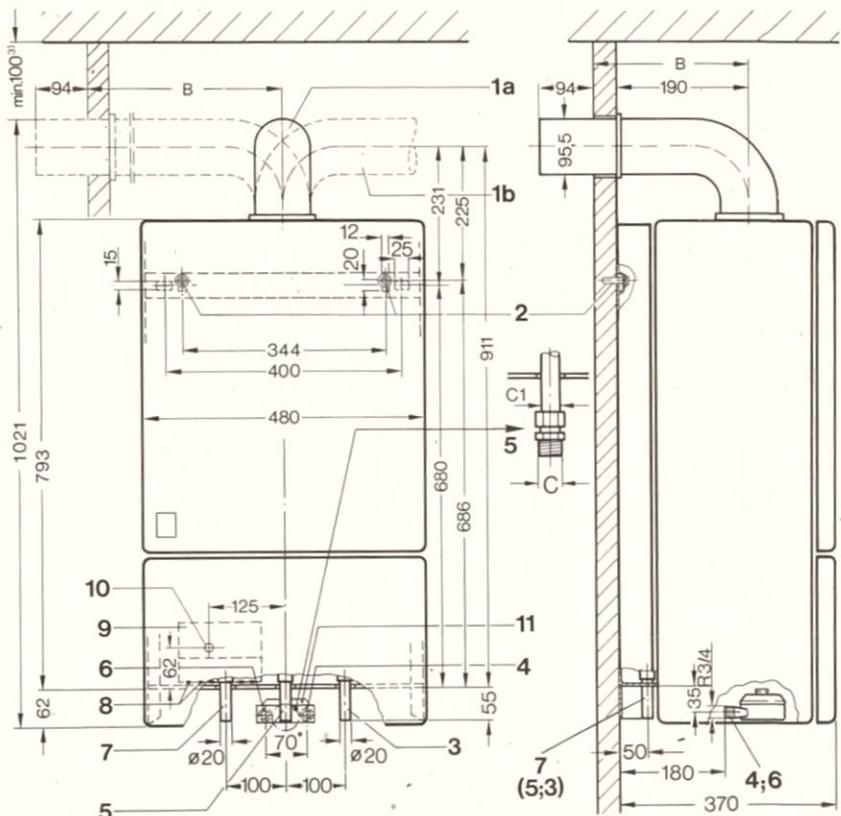

Abb. 1 Maße in mm
Legende zu Abb. 1
- Lage der Stockschrauben unter Berücksichtigung der Anschlußabmessungen des Gerätes (s. Abb. 1 u. 2 Seite 4 u. 5) festlegen.